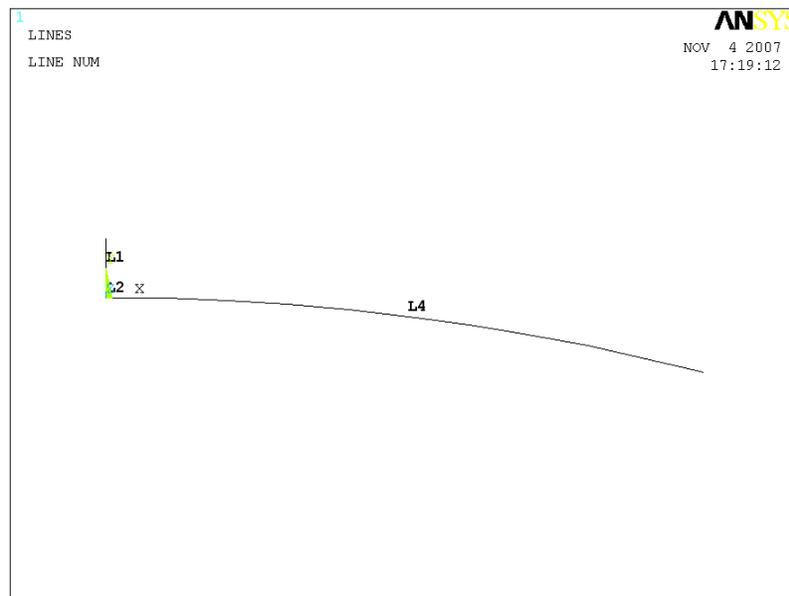

Рисунок 25. Результат удаления линии
- Нажимаем кнопку **OK** (Рисунок 25).